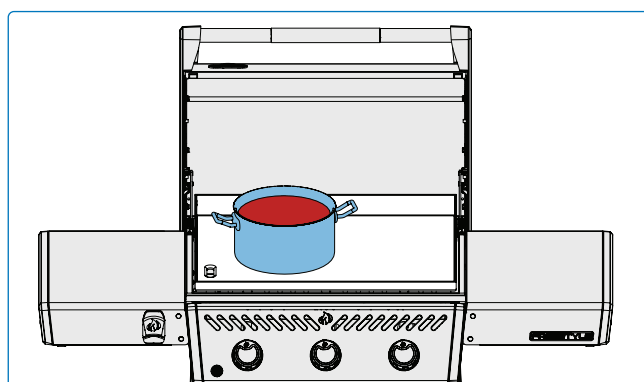

Fig. 10
- Utilice la placa de la plancha para derretir o calentar salsas. Coloque las ollas o sartenes a un lado a fuego bajo o medio. **(Fig. 10)**.